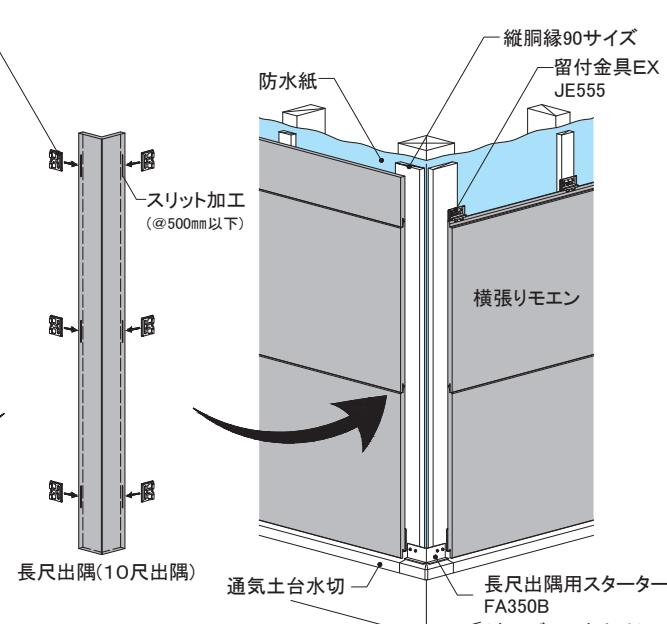

図2 モエン本体横張り
- 出隅部のスター(モエン横張りの場合) ●長尺出隅用スターFA350Bを用いてください(図2)。
- 長尺出隅取り合いのモエン本体の留め付け(モエン横張りの場合) ●上下の実部のみに、留付金具EXにて留め付けます(図2)。